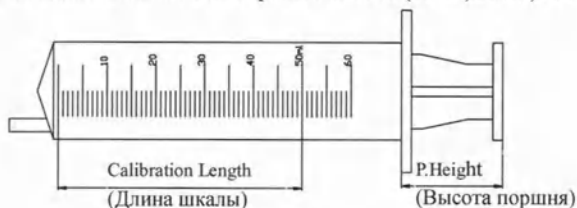

Рисунок 1
2.1 Измерьте шприц для расчета длины его шкалы, смотри Рисунок 1: